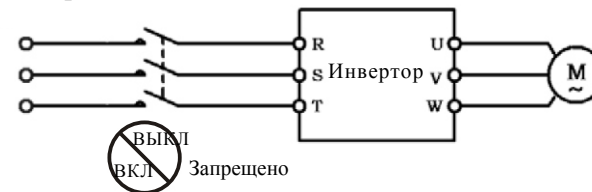

Рисунок 1-5
- НЕ осуществляйте частые прямые пуск-останов при помощи контактора или другого переключающего устройства на входе инвертора. Частые включения отключения при больших токах главной цепи инвертора могут привести к сильному нагреву и тепловой усталости элементов, что, в свою очередь, сильно снижает срок службы. См. Рисунок 1-5.